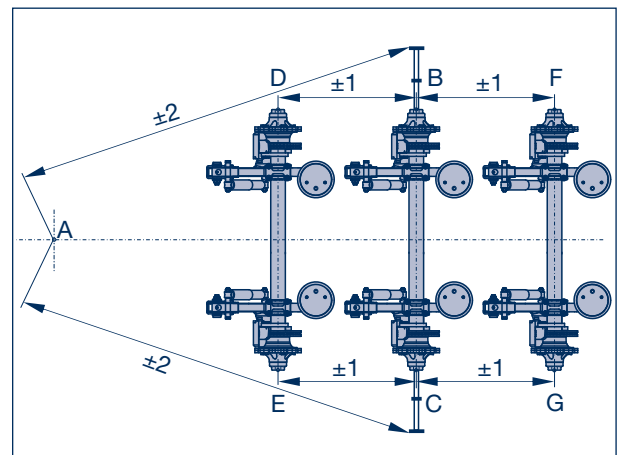
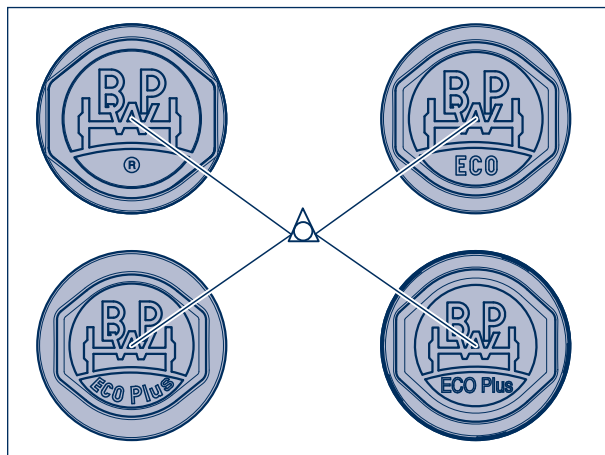

Рисунок 5
Рисунок 13
- [11] Измерить расстояние от исходной оси до следующей оси концами кернера в треугольниках колпака колеса или в фасках цапф оси в случае старых колпаков; допуск:  $\pm 1$  мм (страница 98, рис. 5).
- [17] Измерить расстояние от исходной оси до следующей оси концами кернера в треугольниках колпака колеса (рисунок 13) или в фасках цапф оси в случае старых колпаков; допуск:  $\pm 1$  мм (страница 98, рис. 5).